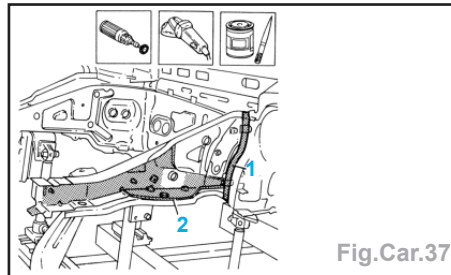

Fig.Car.37
- Positionner la traverse inférieure avant (2) et réaliser quelques points de soudure.
- Utiliser une scie à lame circulaire pour éliminer la tôle en excédent (3).
- Déposer la tôle de fermeture et nettoyer les zones indiquées (1) (Fig.Car.37).